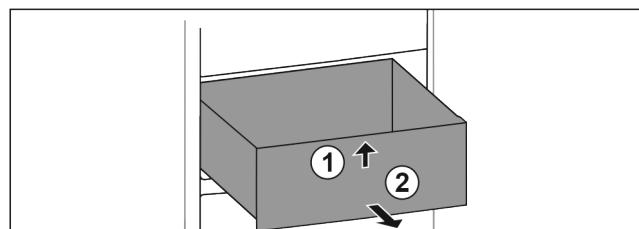

Fig. 70
- Ridicați sertarul în față. Fig. 70 (1)
- Extrageți sertarul spre înainte. Fig. 70 (2)